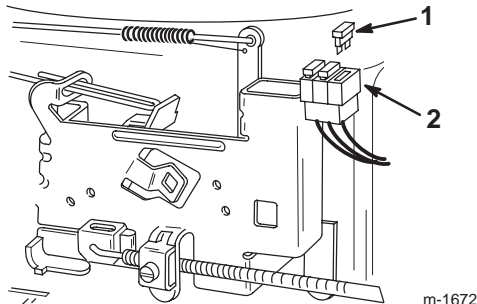

Bild 30
1. Ziehen Sie die Sicherung zum Austauschen nach oben (Bild 30), um sie aus der Fassung zu entfernen.